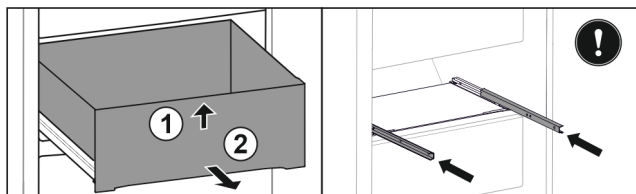

Fig. 38
- ▶ Soulever la partie avant du tiroir. Fig. 38 (1)
- ▶ Retirer le tiroir par l'avant. Fig. 38 (2)